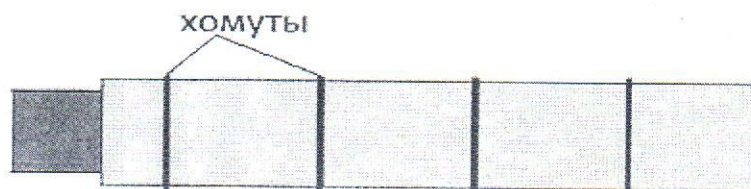

Рис. 2. Схема установки хомутов из бандажной ленты.
3.4. При изоляции трубопровода с температурой носителя более +200°C в качестве хомутов используется только бандажная лента (Рис.2). При выполнении хомутов из проволоки не допускается оставлять концы скрученной проволоки острыми. Скрутки проволоки загибаются, и